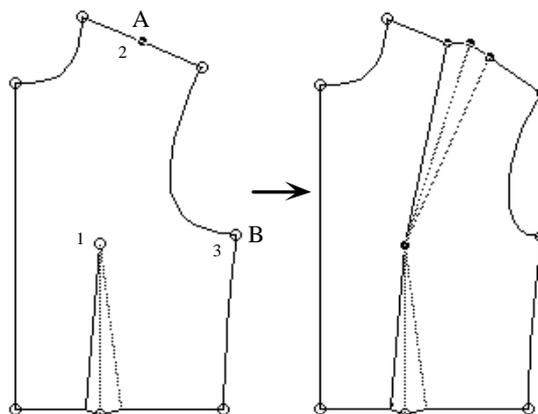

Figura 3-93.
3. Haga clic en el punto donde la pinza va a abrir, es decir en el punto A de la Figura 3-93.